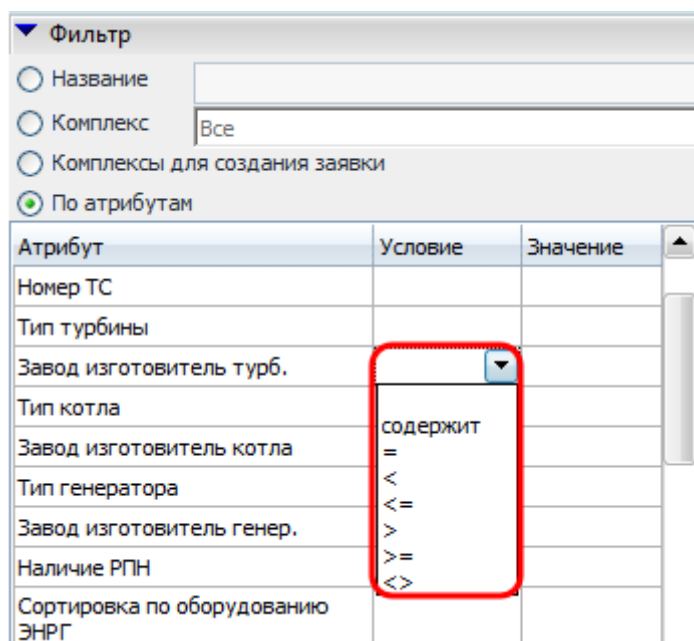

Рисунок 9.65 – Задание условия сравнения для атрибута
- **«По атрибутам»**. Задать ограничения на дополнительные атрибуты оборудования. Список атрибутов отображается в столбце «Атрибуты» (элементы справочника «Дополнительные атрибуты» руководства по работе с приложением «Интерфейс оборудования» с признаками «Для оборудования» и «Видимый»). В столбце «Условие» для атрибута из раскрывающегося списка необходимо указать условие (Рисунок 9.65).